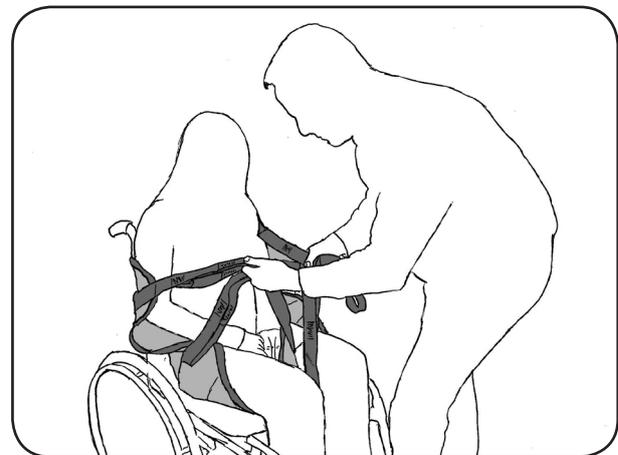

Abb. 8.3.02 – Liftergurt hinter dem Rücken des Patienten positioniert
5. Führen Sie die Beinstützen von außen nach innen unter den Oberschenkeln des Patienten durch, so dass die Beinschlaufen zwischen den Oberschenkeln liegen. Achten Sie darauf, dass die Beinschlaufen gleich lang sind. Straffen Sie die Beinstützen durch seitliches Ziehen, damit sie faltenfrei anliegen. Ordnen Sie die Schulerschlaufen rechts und links von den Schultern des Patienten an (Abb. 8.3.02).